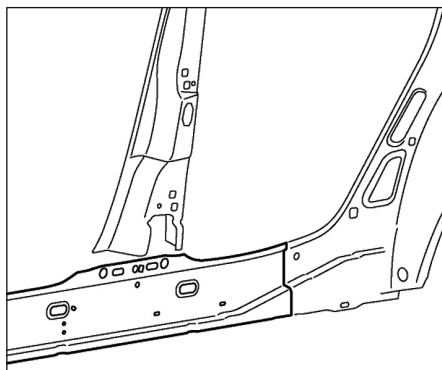

FIG.44
- partiel partie avant (Fig.44),